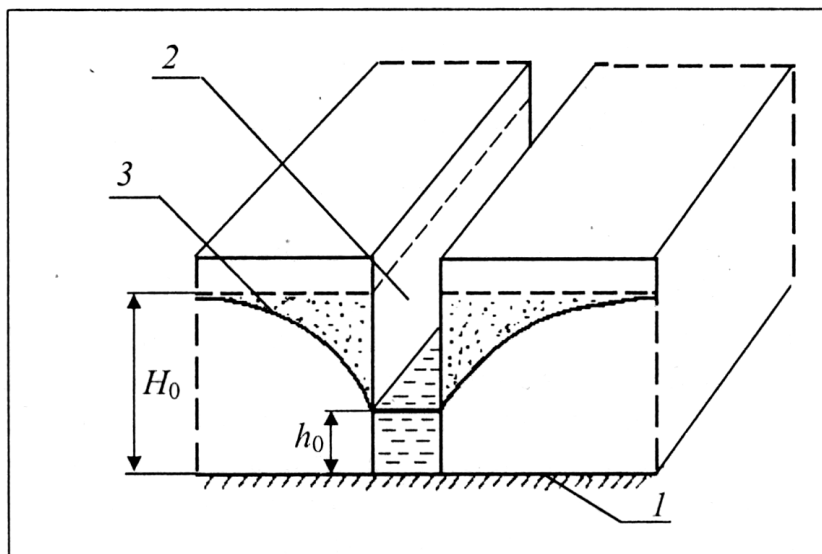

Рис. 1. Совершенная галерея:
7. Проверим по формуле (6), достигается ли требуемое понижение уровня грунтовых вод в точках А и В поля осушения (см. рис. 1):